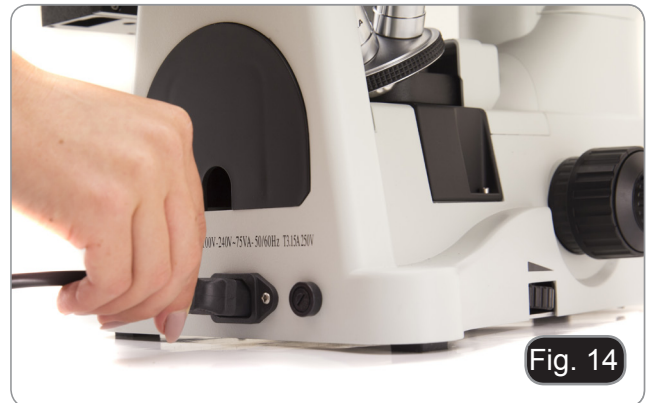

Fig. 14
2. Stecken Sie das Kabel in die Steckdose des Mikroskops. (Fig.14)